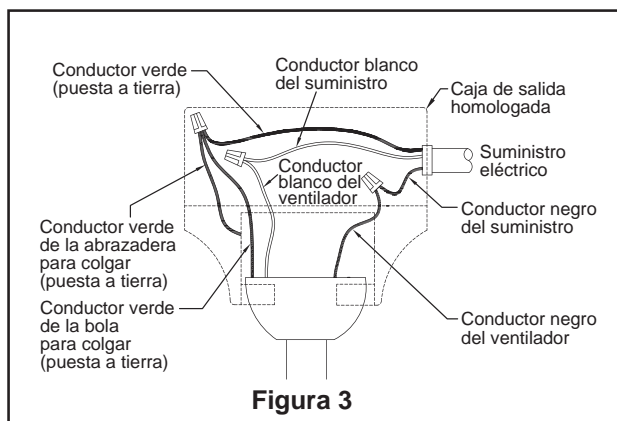

Figura 3
1. Fije bien la abrazadera para colgar a la caja de salida con los tornillos y las arandelas provistas con la caja de salida. (Figura 3)
2. Perfore un orificio de 1/4" en la estructura del edificio para evitar grietas con la instalación del tornillo de intervalo. Utilice el tornillo de intervalo de 3/8"x 2" y la arandela plana para fijar el cable de seguridad a la viga del techo o a la estructura de madera. Dicho tornillo pasará a través de arandela plana, la presilla del cable de seguridad y se fijará en la estructura del edificio. (Figura 3)
NOTA: el cable de soporte para techo no se puede asegurar solamente a la caja de conexiones; se debe asegurar directamente a la viga de techo o miembro estructural con el tornillo de cabeza cuadrada de 3/8"x2" y la arandela plana. (Figura 3)
2. Una vez realizadas las conexiones, gire los conductores hacia arriba y, con cuidado, colóquelos dentro de la caja de salida; con los conductores blancos y verdes hacia un lado y los conductores negros hacia el otro. (Figura 3)